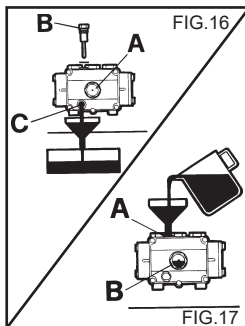

FIG. 16
- 2) Svitare il tappo con l'asta di controllo livello (fig. 16).